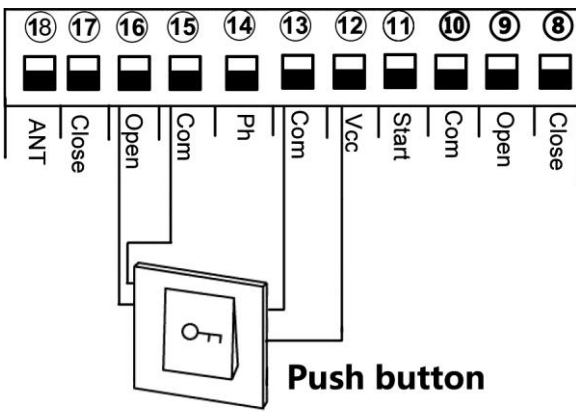

Figura 14
6.7. Conectar para abrir el dispositivo. Figura 14